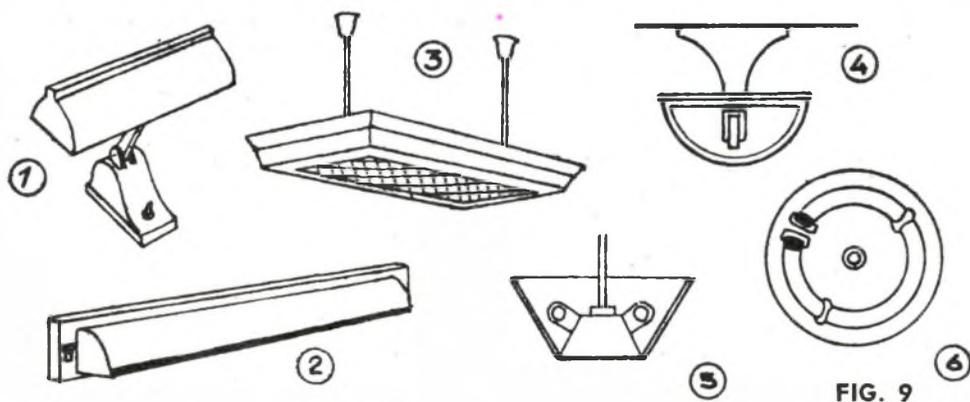

FIG. 9
Per le illuminazioni in un determinato luogo userete per esempio le lampade da studio (1, fig. 9) o l'applique orizzontale (2) adatte alla illuminazione dei lavabi da stanza da bagno e da quella della superficie di lavoro di una cucina bene attrezzata. Queste